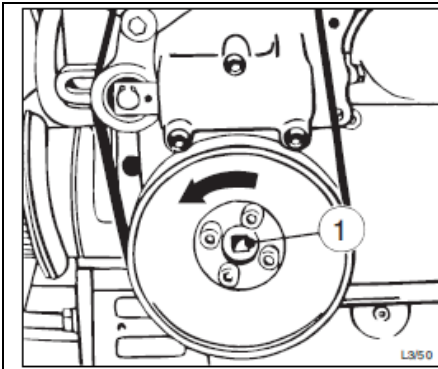

Abb. 44 – Riemens
- Den Deckel an der Luftleitung und den Schutzdeckel des Riemens entfernen. Den Ratschenschlüssel oder das T-Stück ½“ mit Verlängerung in den Innenvierkant („1“) einstecken (siehe Abb. 44).